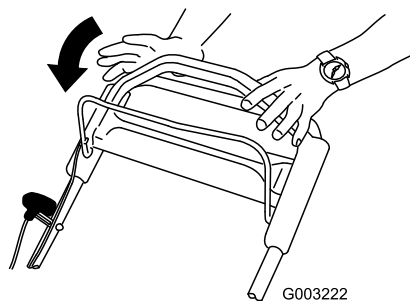

Figura 19
1. Suelte la barra de control de la cuchilla (Figura 19).